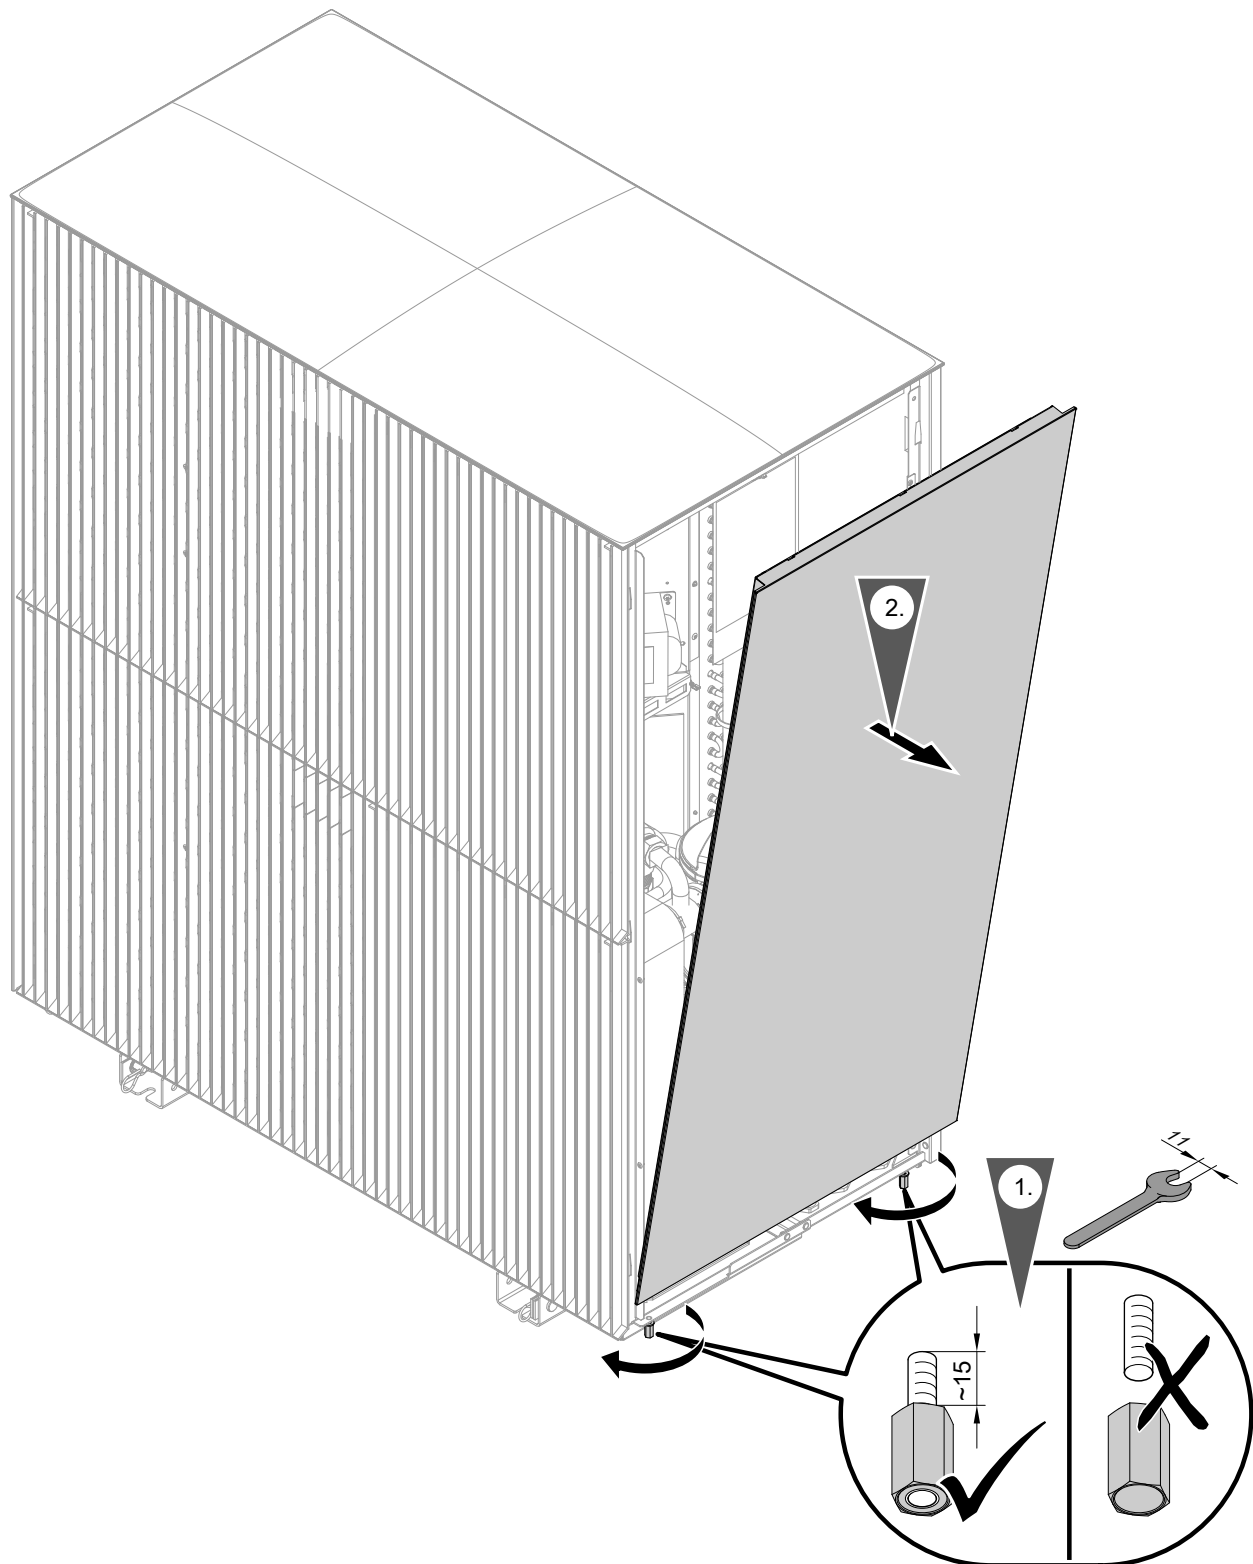

Abb. 105
1. Seitenverkleidung rechts abbauen: Siehe Abb. 105.
6. Seitenverkleidung rechts abbauen: Siehe Abb. 105.